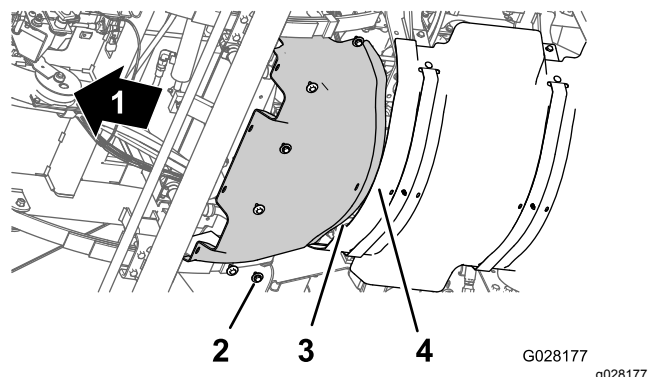

Bild 59
1. Fluchten Sie den hinteren Flansch des vorderen Wärmeschutzblechs über dem vorderen Flansch des hinteren Wärmeschutzblechs aus (Bild 59).
2. Fluchten Sie die Löcher im vorderen Wärmeschutzblech mit den Gewindelöchern im Chassis aus (Bild 59).
3. Befestigen Sie das vordere Wärmeschutzblech mit den sechs Sechskantschrauben und sechs Scheiben (Bild 59), die Sie in Schritt 3 von Entfernen des vorderen Wärmeschutzblechs \(Seite 54\) entfernt haben, an der Maschine.